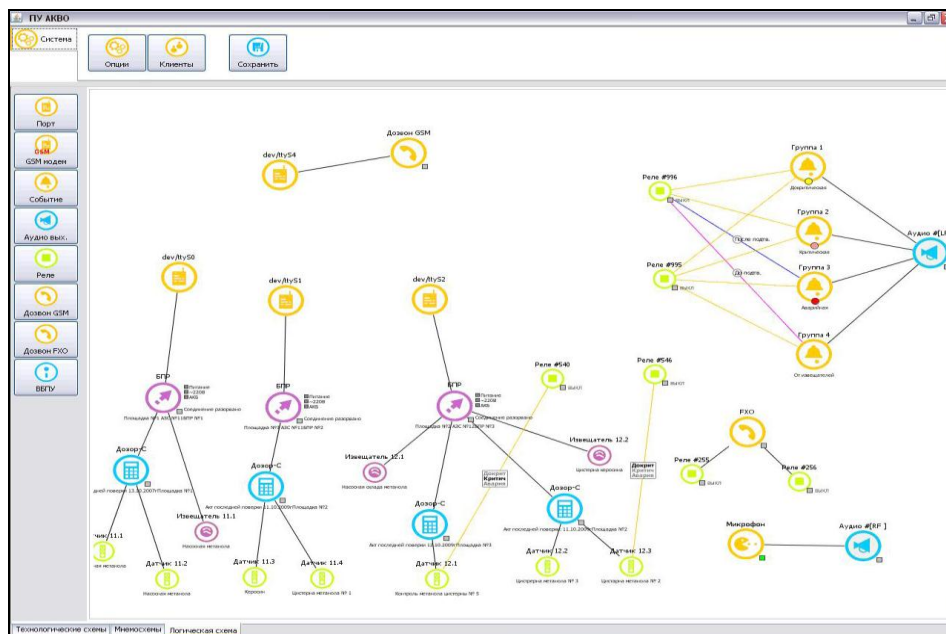

Рисунок 35 – Окно результат задания параметров срабатывания реле, подключающих специализированные устройства предприятия
– после этого на рабочем поле логической схемы появится окно с обозначением этой установки, см. рисунок 35.